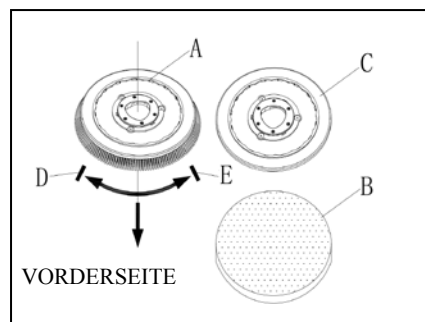

Abbildung 8
1. Vergewissern Sie sich, dass der Netzschalter (45) in der Position AUS "o" ist.
2. Heben Sie den Tank (25) durch Lösen des Lenkers (2) an.
3. Drehen Sie die Bürste (A, Abbildung 8) oder die Kissenhalterung (B/C, Abbildung 8) zur Installation auf dem Deck im Uhrzeigersinn (in Richtung des Pfeils D, Abbildung 8).
4. Drehen Sie Bürste oder Kissenhalterung zur Deinstallation vom Deck im Gegenuhrzeigersinn (in Richtung des Pfeils E, Abbildung 8).